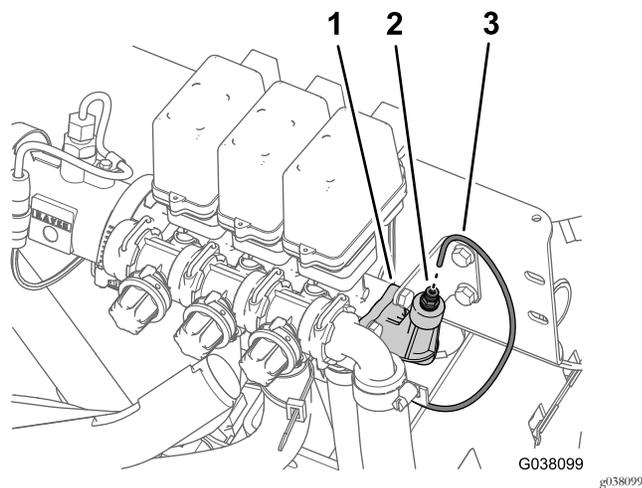

図 5
1. 右側ブーム用バルブのエンドキャップのカップラにあるカラーを押し込む 図 5。
2. ダッシュボード用の水圧検知チューブを抜き出す 図 5。